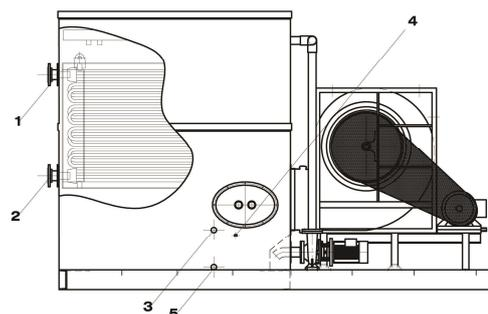

Fig. 9
- a.) Connection of the primary circuit. Inlet pipe (fig 9/1) and outlet pipe (Fig 9/2).
- b) Connection of the overflow pipe (Fig 9/3).
- c) Connection of the make-up fresh water pipe of the float valve (Fig 9/4).
- f) Connection of the drain pipe (Fig 9/5).
- a.) Raccordement du circuit primaire: tuyauterie d'entrée (fig. 9/1) et tuyauterie de sortie (fig. 9/2).
- b) Raccordement de la tuyauterie de "trop plein" (fig. 9/3).
- c) Raccordement de la tuyauterie d'eau d'appoint de la vanne à flotteur (fig. 9/4).
- f) Raccordement de la tuyauterie de vidange (fig. 9/5).
- a.) Conexión del circuito primario: Tubería de entrada (fig. 9/1) y tubería de salida (fig 9/2).
- b) Conexión de la tubería de rebosadero (fig 9/3).
- c) Conexión de la tubería de agua de aporte de la válvula de flotador (fig. 9/4).
- f) Conexionado de la tubería de vaciado (fig. 9/5).